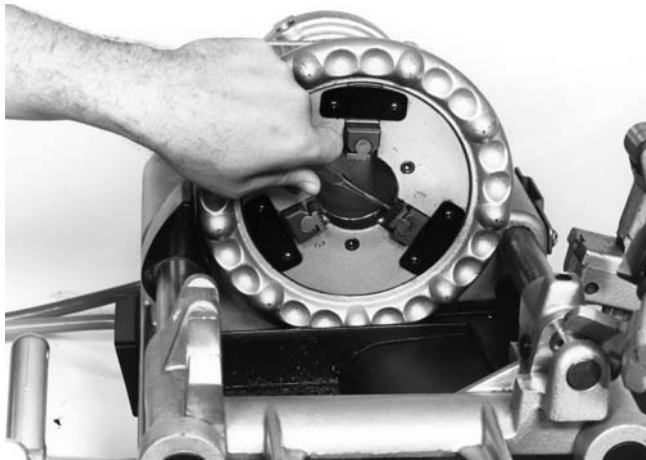

Figura 13 – Recambio de la inserción para la mordaza
1. **Para extraer la pieza de inserción** – meta un punzón en la ranura de retención del resorte de la mordaza y empújelo hacia abajo. (*Figura 13*)